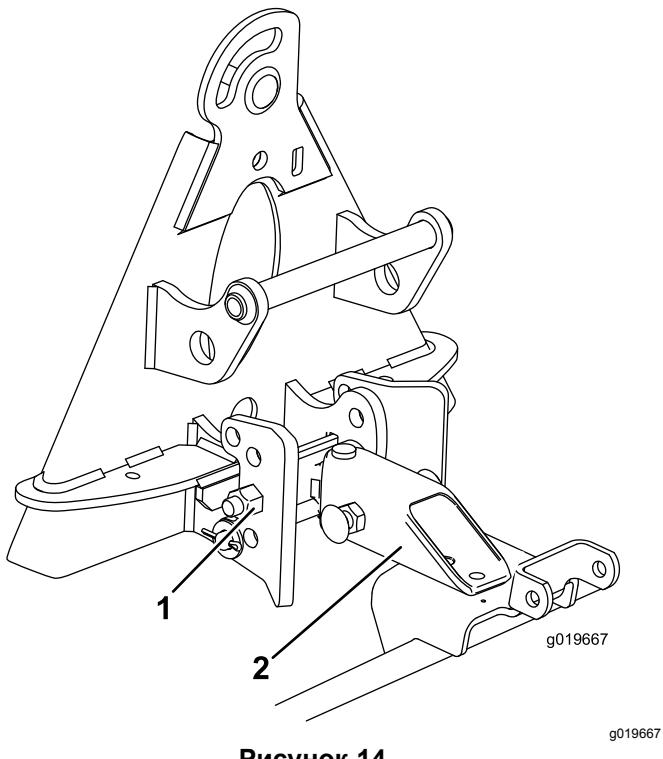

Рисунок 14
1. Закрепите узел сцепного устройства в нижних отверстиях упорного кронштейна (Рисунок 14).
2. Выровняйте длинную сторону клиновидной трубы вниз и прикрепите ее к верхней стороне узла подвеса (Рисунок 14).